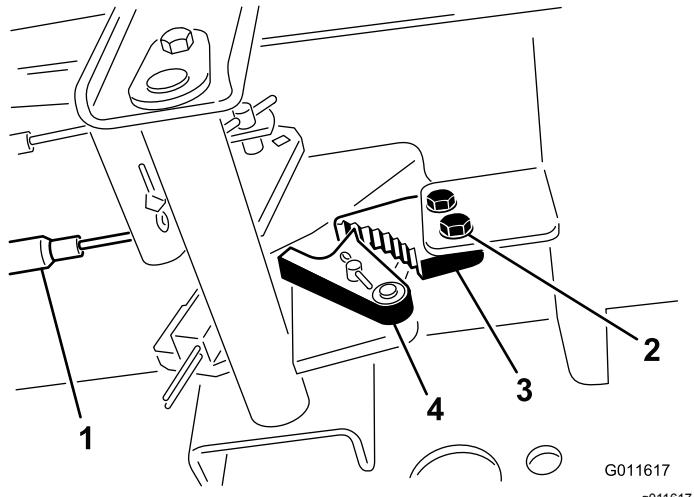

図 44
1. 駐車ブレーキのツメをフレームに固定しているねじ2本をゆるめる図44。
2. ブレーキのツメが戻り止めに完全に掛かるまで駐車ブレーキペダルを前に踏み込む(図44)。